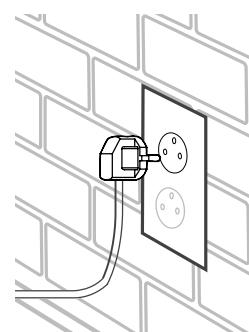

Figura 2.3
- Collegare la spina alla presa di corrente della cucina. [Figura 2.3]